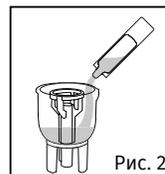

Рис. 2
4. Заповнити небулайзерну камеру призначеним Вам лікарським засобом (рис. 2).